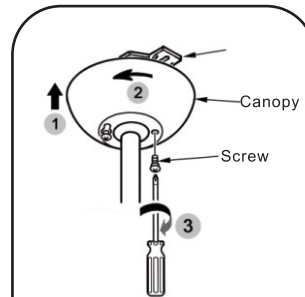

Fig.16
Paso 2. Deslice la cubierta hacia el soporte para colgar y colocar el ojo de la cerradura en la copa sobre el tornillo en el soporte colgante, de vuelta a la cubierta hasta que encaje en su lugar en la parte más estrecha de los agujeros. (Fig.16)